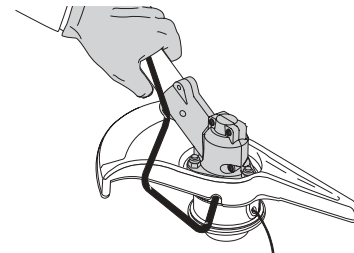

Fig. 9
- Maintenez la tige de blocage en place en la saisissant près du bras de l'appareil (Fig. 9).